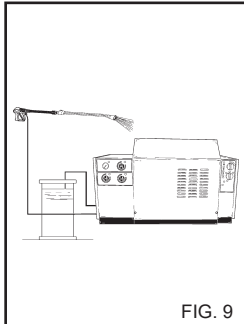

FIG. 9
3) Después del uso con detergente, aclarar el circuito de aspiración; introducir el tubo de aspiración del detergente (fig. 9) en un bidón de agua limpia y hacer funcionar la bomba durante 1 minuto con el grifo de dosificación completamente abierto.
5) Después del uso con detergente, aclarar el circuito de aspiración, introducir el tubo de aspiración (fig. 9) del detergente en un bidón de agua limpia y hacer funcionar la bomba durante 1 minuto con el grifo de dosificación completamente abierto y la lanza en fase de suministro del detergente. Repita la operación primero con el selector producto detergente en la pos. "1" y después en la pos. "2".